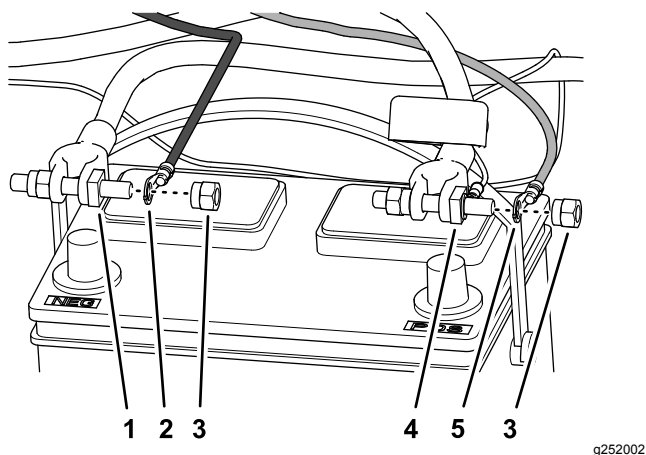

图 13
- 用电池夹螺母将标有电池(+)的电源线的电源线束环形端子安装到正极电池接线的电池夹螺栓 图 13。
- 用电池夹螺母将标有电池(-)的电源线的电源线束环形端子安装到负极电池接线的电池夹螺栓 图 13。